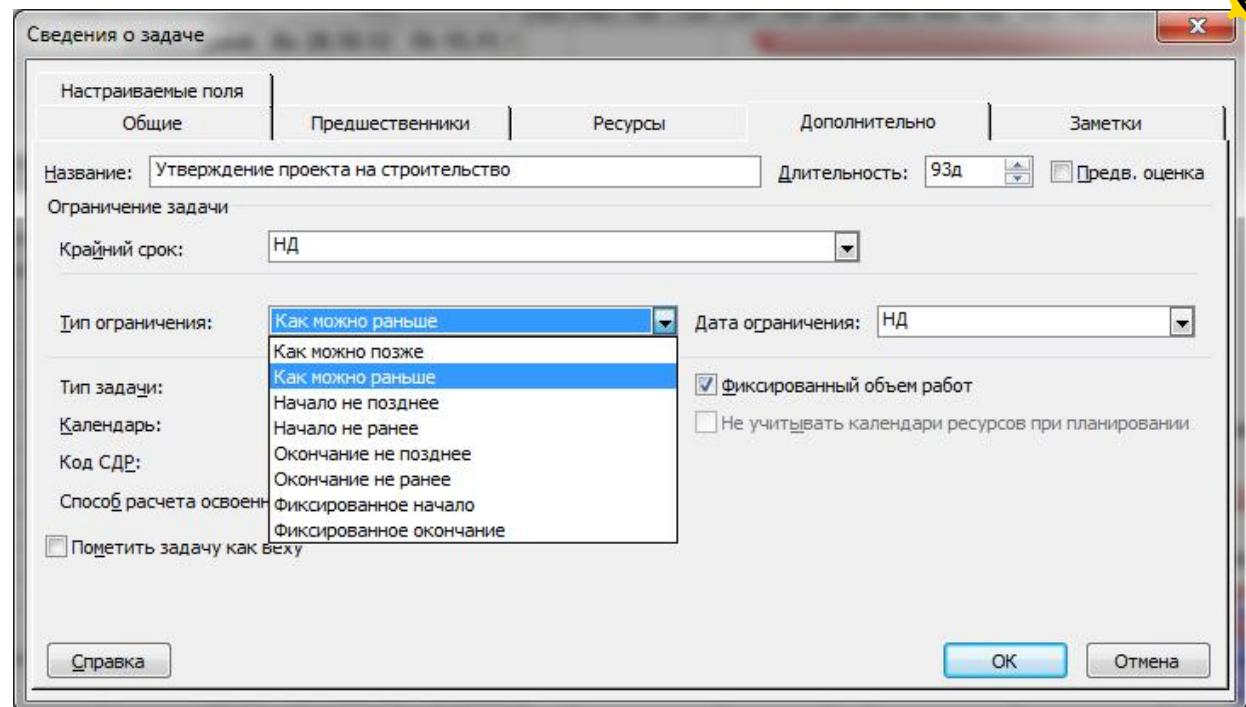

Рис.4. Заміна умови «Почати не раніше», на умови «Якомога раніше»
- 2) зміна умов планування завдань. Зокрема, заміна умови «*Почати не раніше*», на умови «*Якомога раніше*» (рис.4).